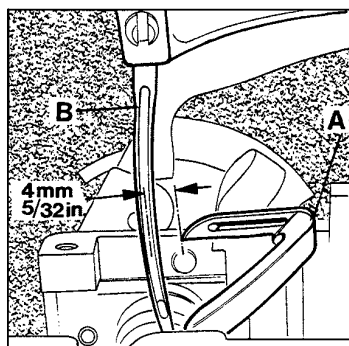

Fig. 6
Set the looper (A, Fig. 6) so that the distance from the center of the needle (B) to the point of the looper is not less than 4 mm (5/32") when the looper is at its farthest end position from the needle. Looper gauge No. 21225-4/4.4 can be used advantageously in making this setting.
Stellen Sie den Greifer (A, Fig. 6) so, daß der Abstand von Nadelmitte (B) bis zur Greiferspitze nicht weniger als 4 mm beträgt, wenn der Greifer in der von der Nadel entferntesten Einstellung ist. Die Greifereinstellehre Nr. 21225-4/4.4 erleichtert diese Einstellung.